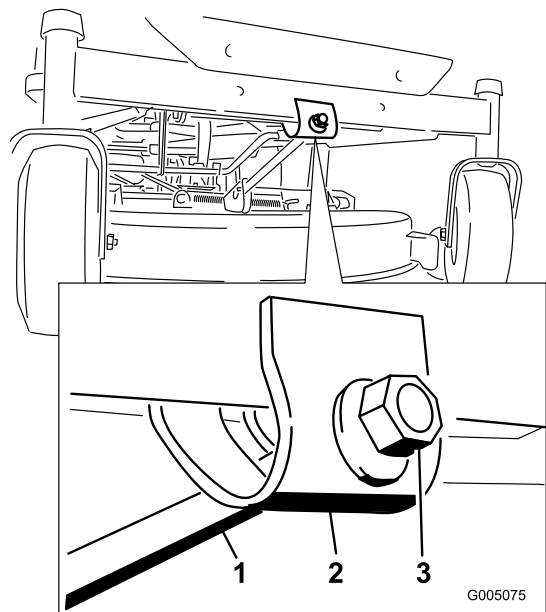

Bild 43
7. Drehen Sie für das Einstellen der Schnitmesserneigung in Längsrichtung die Einstellmutter vorne am Mähwerk (Bild 43).